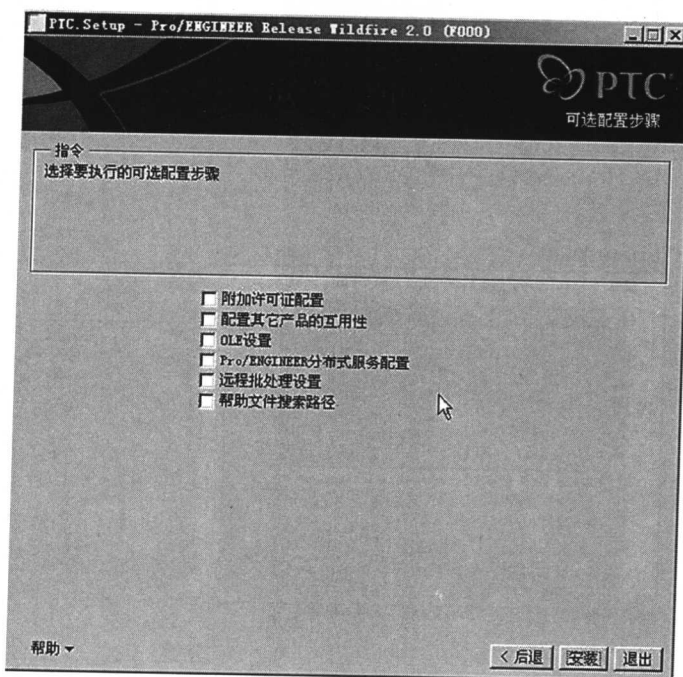

图 1-12 安装程序界面
④ 如果取默认项的话,就单击“下一个”按钮,进入如图 1-12 所示。单击“安装”按钮,开始安装软件。